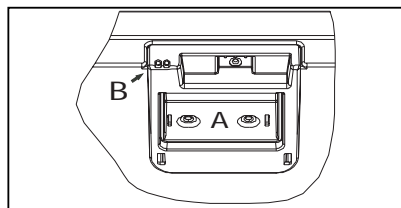

Abbildung 4.
7.2. Innenbeleuchtung (Abb. 4.)
2. Setzen Sie anschließend das Türsignal zurück, indem Sie die Fernbedienung auf den Türsensor richten (Abb. 4 B) und die Taste drücken.